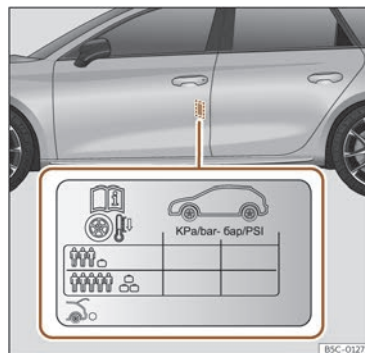

Fig. 241 Amplasarea etichetei cu presiunea din anvelope.
- Reglați presiunea în anvelope conform sarcinii transportate de autovehicul >>> **fig. 241.**
Valorile presiunii în anvelope sunt indicate pe autocolantul amplasat pe cadrul spate al ușii stânga față >>> **fig. 241.**
maximum, creșteți presiunea în anvelope până la valoarea maximă de încărcare de pe autocolant >>> **fig. 241.**
În cazul unei roți de rezervă compacte de dimensiuni reduse (125/70 R16 sau 125/70 R18), umflați-o la o presiune de 4,2 bari, conform indicației de pe eticheta cu presiunea în anvelope >>> **fig. 241.**
- Șoferul este răspunzător pentru presiunea corectă a tuturor anvelopelor. Presiunea recomandată în anvelope este indicată pe etichetă >>> **fig. 241.**
- Presiunea în anvelope trebuie să fie întotdeauna cea indicată pe etichetă, cu anvelopele reci >>> **fig. 241.**